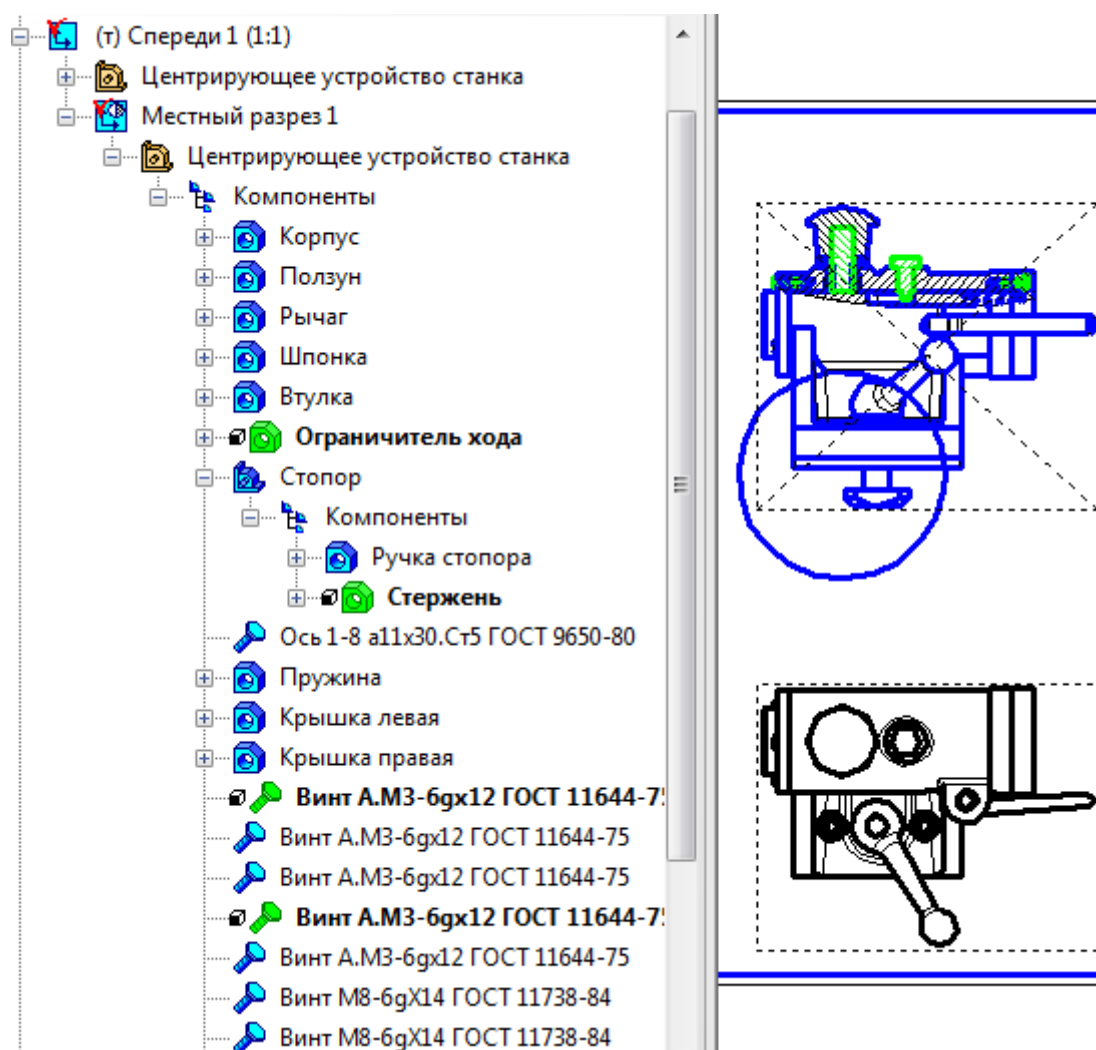

Рис. 118
- раскройте «ветви» **Спереди1 - Местный разрез 1 – Центрирующее устройство станка – Компоненты** (рис. 118) и в контекстных меню соответствующих деталей и сборочной единицы включите режим **Не разрезать**;